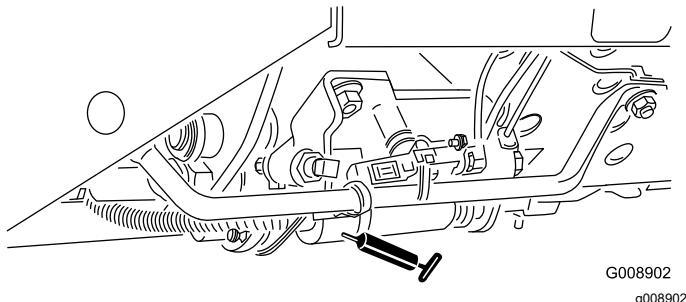

Figura 50
- Patilha Corte/Transporte (Figura 50)